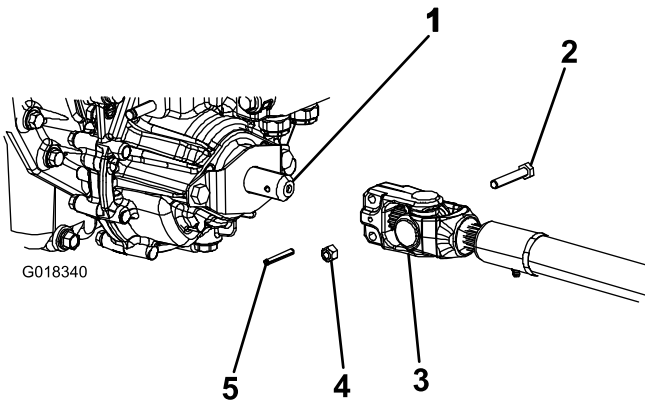

Bild 4
3. Stellen Sie den Zapfwellenantrieb unter die Vorderseite der Maschine. Stellen Sie sicher, dass das Schlupfwellenjoch (Bild 4) zum Zapfwellenantrieb zeigt.